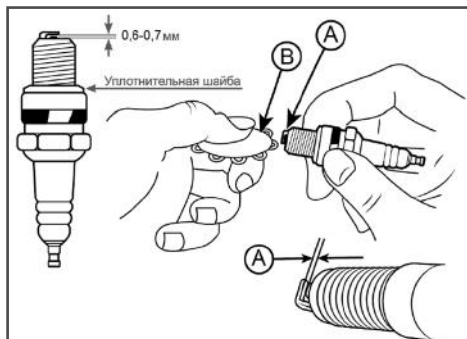

Рис. 17 Проверка зазора между электродами
4. Измерьте зазор между электродами свечи зажигания специальным щупом. Зазор должен быть 0,6-0,7 мм (Рис. 17). При увеличении или уменьшении требуемого зазора рекомендуется заменить свечу, так как регулировка зазора может привести к изменению качества искрообразования.